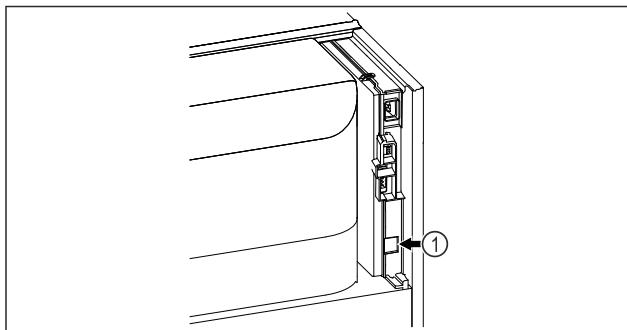

Fig. 135
- SmartModule Fig. 135 (1) ist eingesetzt.